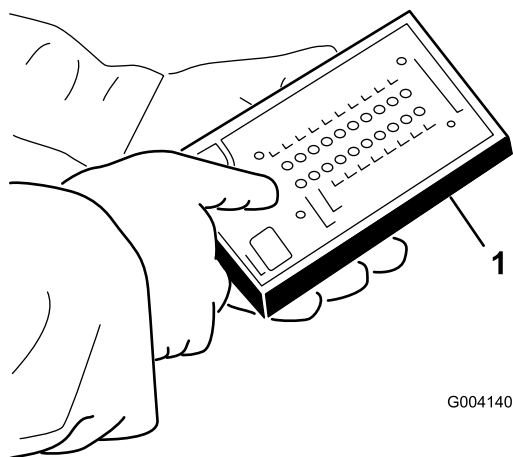

Рисунок 23
4. Подсоедините разъем диагностического прибора с дисплеем ACE к диагностическому разъему (Рисунок 23).